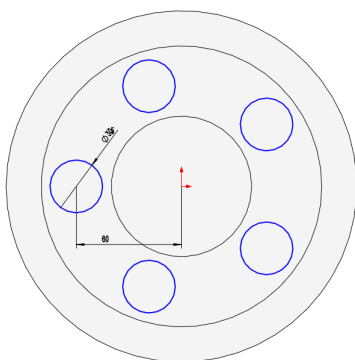

图 14-26 圆周阵列草图
(3) 单击【圆周草图阵列】按钮, 选择小圆对象，设置【实例数】为 5，单击【确定】按钮, 即可圆周阵列草图，如图 14-26 所示。